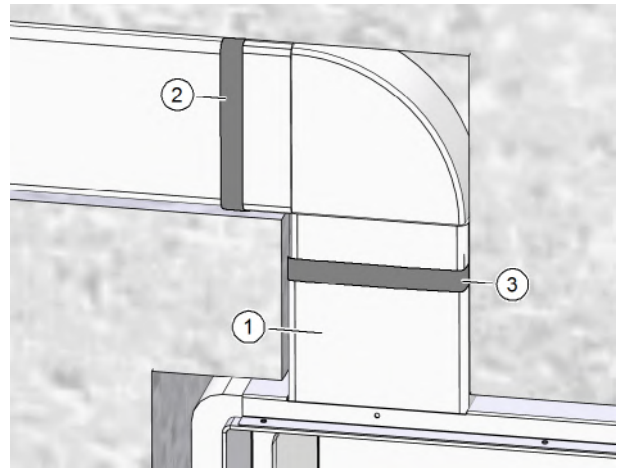

Abb. 23: Flachkanalverbindung mit Dichtband fixieren
- ▶ Setzen Sie den Flachkanalanschluss (Pos. 1 in Abb. 23) in die Öffnung am Mauerkasten ein.
- ▶ Setzen Sie einzelne Flachkanalelemente zu Teilstücken zusammen und dichten Sie jede Verbindungsstelle mit einer Lage Dichtband von 30 mm Breite ab (Pos. 2 in Abb. 23).
- ▶ Setzen Sie das erste Teilstück des Flachkanals in den Flachkanalanschluss am Mauerkasten ein und dichten Sie die Verbindungsstelle mit Dichtband ab (Pos. 3 in Abb. 23).